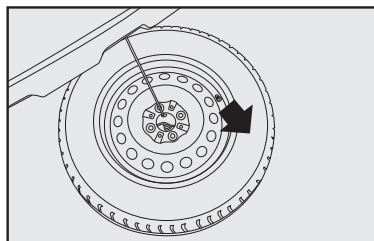

fig. 7
- Tire la rueda de repuesto hacia abajo del vehículo hacia el sentido de la **flecha-fig. 7**.